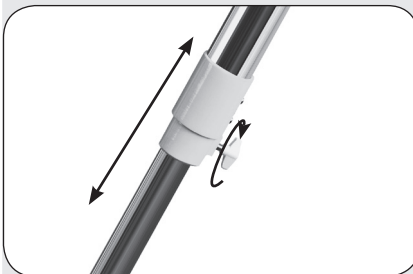

Abb. 2b: Stativbeinklemmung
2. Aufbau - Stativ: Die Stativbeine sind vormontiert und bereits mit dem Stativkopf und der Stativspinne (Abb. 2a) verbunden. Nehmen Sie das Dreibeinstativ aus der Verpackung und stellen Sie es senkrecht mit den Stativfüßen nach unten. Nehmen Sie nun zwei der Stativbeine und ziehen Sie diese vorsichtig bis zur vollständig geöffneten Position auseinander. Das gesamte Stativgewicht lastet dabei auf einem Bein. Anschließend das Stativ gerade aufstellen. Ziehen Sie nun einzeln jedes Stativbein auf die gewünschte Länge heraus (Abb. 2b) und drehen Sie nun je eine Klemmschraube (insg. 3 Stück) handfest an. Überdrehen Sie die Schrauben dabei nicht! Mit den Klemmschrauben werden die inneren Stativbeinsegmente in der gewünschten Höhe festgestellt.